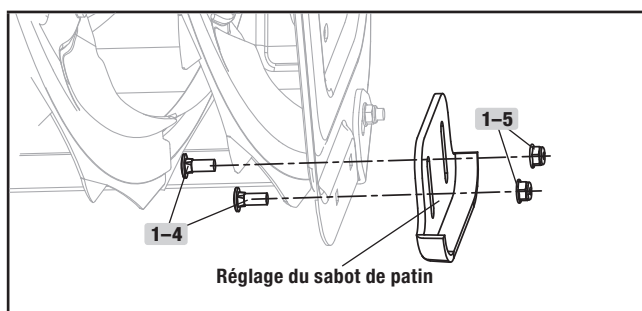

Figure 2
3. Fixez les sabots de patin réglables au boîtier de la tarière. Insérez les boulons (1-4) au travers du boîtier de la tarière, puis au travers du sabot (figure 2). Serrez bien les écrous (1-5) (figure 2). Ne serrez pas trop. Le sabot n'est pas réversible. Voir la section « Réglage des sabots à neige ».